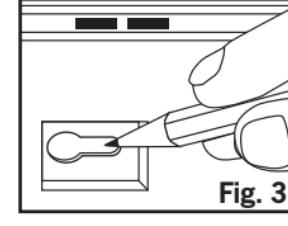

Fig. 3
- 3** Coloque el aplique de luz en alto contra la superficie de montaje y, utilizando un lápiz, marque la posición del extremo estrecho de los agujeros de ranura de bocallave en la superficie de montaje (**Fig. 3**). Las ubicaciones de los agujeros para tornillo deben ser exactas para que el aplique de luz se monte correctamente. Luego, utilizando una broca pequeña o un clavo, haga dos agujeros de inicio pequeños en las ubicaciones marcadas.